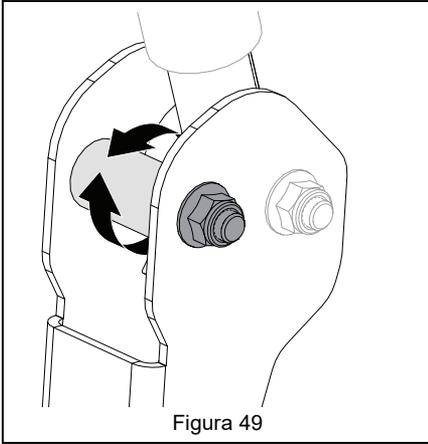

Figura 49
6. Girar el espaciador excéntrico para que las palancas estén a la misma altura y quede una distancia de 1.3cm – 2.5 cm (1/2" – 1") entre las palancas. Consulte Figura 49.